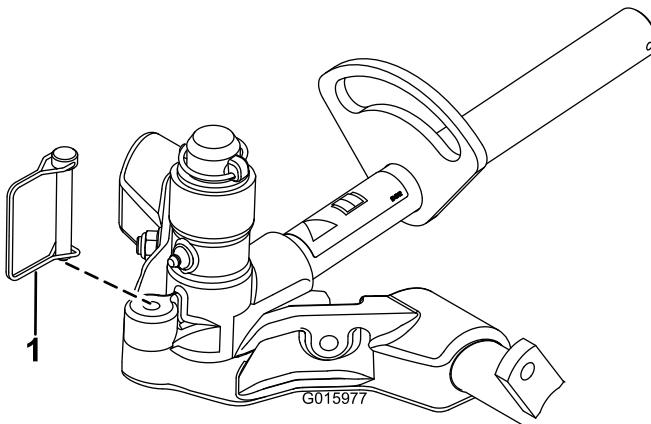

Figura 17
12. Para bloquear (inmovilizar) la dirección de las unidades de corte, sujeté la horquilla de pivote al bastidor de tiro con el pasador de seguridad (Figura 17).